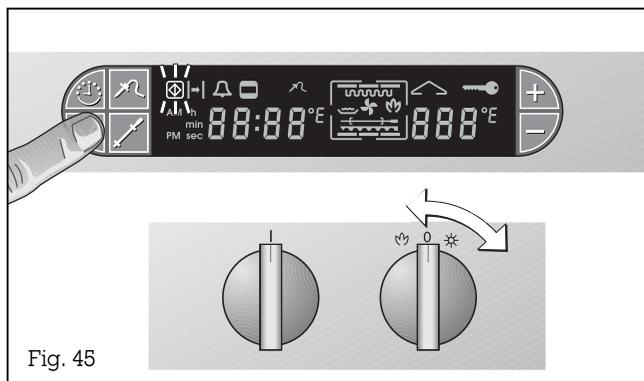

Fig. 45
- Girate la manopola "Temperatura" sulla posizione 0 (Fig. 45).